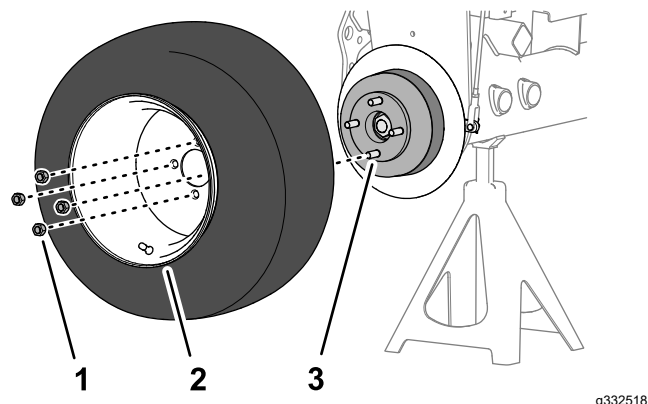

Figura 88
- Montai roata la nivelul butucului cu cele 4 prezoane (Figura 88) i strângeți prezoanele cu mâna.